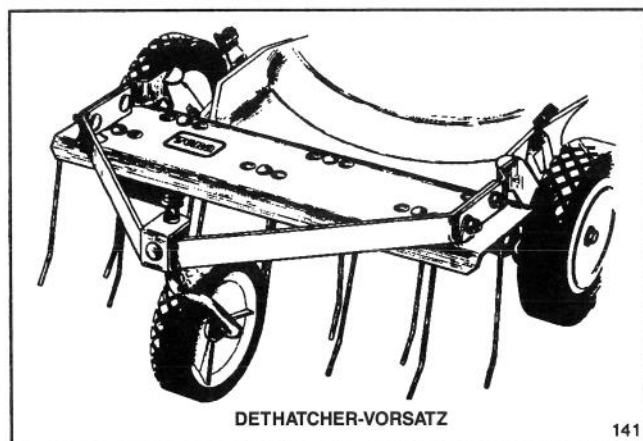

Abbildung 34
2. Zinkenvorsatz-Kit, Modell Nr. 59131—In Minuten montierbar. Vorne befestigt zwecks einfacher Manövrierbarkeit. Zinken lockern Materialanhäufungen. Für einfaches Absaugen in den Grasfangsack (Abb. 34) und praktische Entleerung.